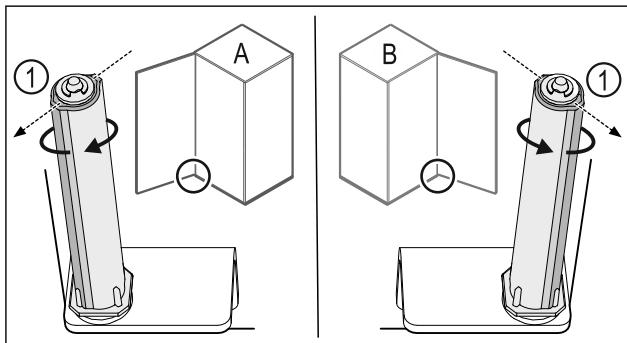

Fig. 37 Hapja majtas (A) / Hapja djathtas (B)
- Rotulloni sistemin e mbylljes kundër rezistencës, derisa shufra e sistemit të mbylljes Fig. 37 (1) të jetë drejtuar nga jashtë.